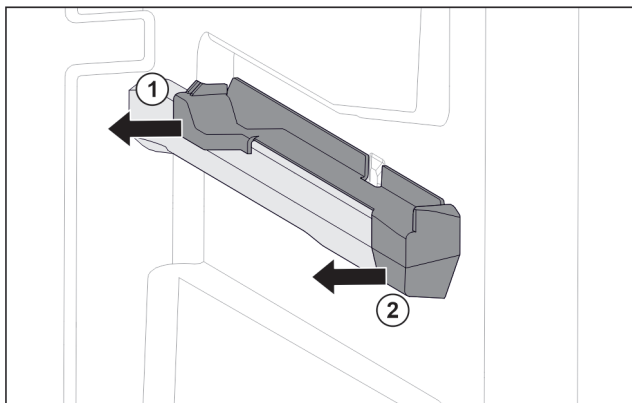

Fig. 47 Вставна частина на правому ребрі для резервуару
- Відсунути вставну частину назад вбік. Fig. 47 (1)
- Відсунути вставну частину вперед вбік. Fig. 47 (2)